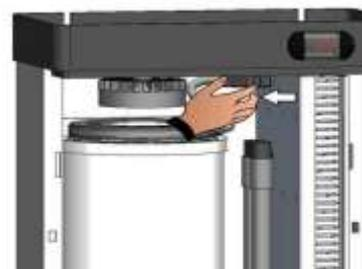

Fig. 32
5. Sfilare il connettore di connessione elettrica del cilindro (fig. 32)